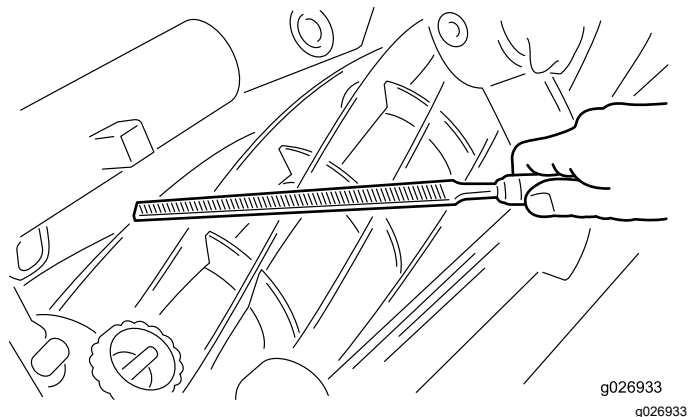

図 10
4. **異物に当たった場合** 石などの異物に当たってベッドナイフやリールが傷つくことがあります。ひどい損傷でなければ、その場で修正することが可能です。まずヤスリを使って刃の表面を滑らかに整形します 図 10。リール刃が曲がっている場合は、丸頭ハンマーで真っ直ぐに修正します。ベッドナイフは弾性変形して位置ずれしているのが普通ですので、リールとの位置合わせをやり直してください「ベッドナイフをリールに平行にする」を参照。